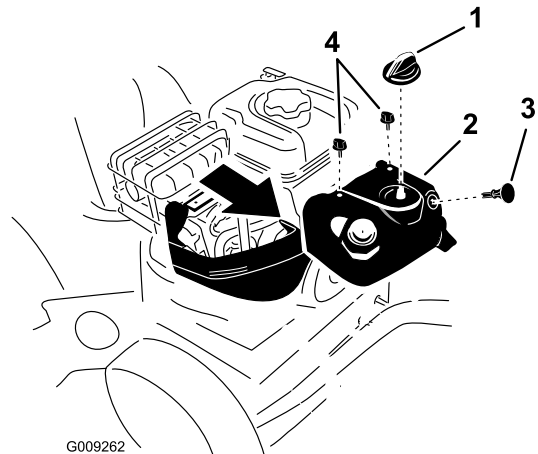

Figure 55
Remarque: Vous devez retirer le capot anti-neige supérieur pour accéder à la bougie d'allumage (Figure 55).
1. Enlevez la commande de starter et la clé de contact (Figure 55).
2. Enlevez les 2 vis qui fixent le capot anti-neige à la souffeuse à neige (Figure 55).